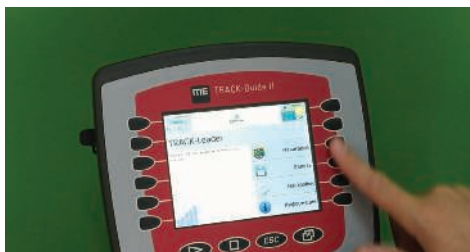

Рисунок 5.4 – Переход к режиму **Навигация**
2. На терминале Track-Guide II перейти к режиму **TRACK-Leader – Навигация** (рисунок 5.4).